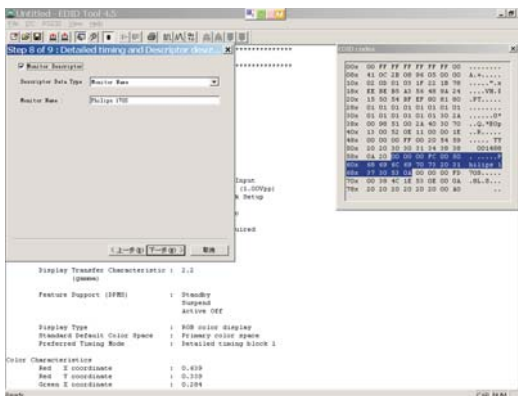

Fig. 17
7. Click Next, bring up Fig. 17.